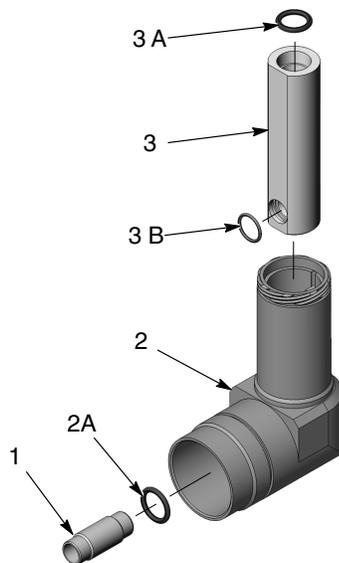

Abbildung 8 Explosionszeichnung der Baugruppe Verlängerung
1. Siehe Abbildung 8. Das Pulverrohr (1) aus dem Pistolende der Verlängerung ziehen.
2. Das Pulvergehäuse (3) nach oben aus dem Düsenende der Verlängerung ziehen.
HINWEIS: Die in Abbildung 8 gezeigten O-Ringe sind im Lieferumfang des Verlängerungsgehäuses und in den Wartungssätzen der Pulvergehäuse enthalten. Beim Ersetzen einer Komponente ist es nicht erforderlich, die O-Ringe zu entfernen.
1. Siehe Abbildung 8. Beim Ersetzen des Verlängerungsgehäuses sicherstellen, dass der O-Ring (2A) vor dem Fortfahren in die Nut auf der Pistolenseite des neuen Gehäuses montiert wird.